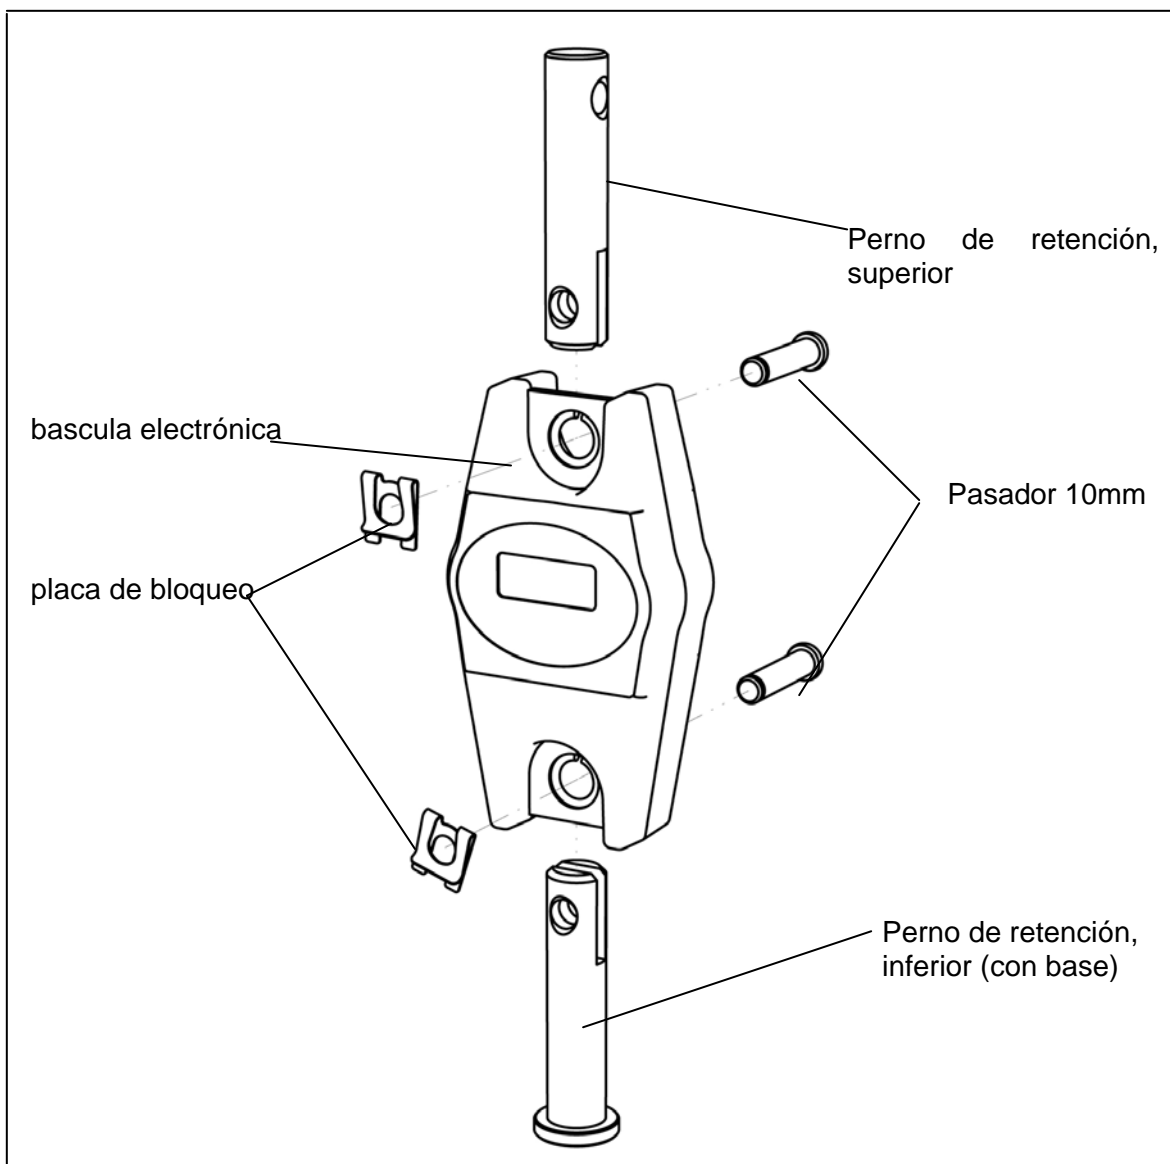

Fig. 01
- 1x báscula electrónica AKS (Fig. 01)
- 2x pernos 10mm (Fig. 01)
- 2x placa de bloqueo (Fig. 01)
- 1x perno de retención, superior (Fig. 01)
- 1x perno de retención, inferior con base (Fig. 01)